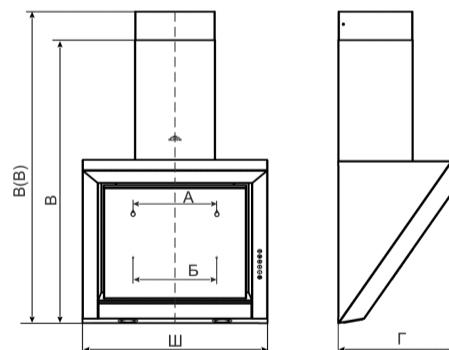

рис. 2
6.1 Установка кухонной вытяжки (рис.2):
- вверните два самонарезающих винта 6x50 мм (размер А, рис. 2);
- навесьте вытяжку через отверстия типа «замочная скважина» и дополнительно закрепите ее двумя самонарезающими винтами 6x50 мм (размер Б, рис. 2);